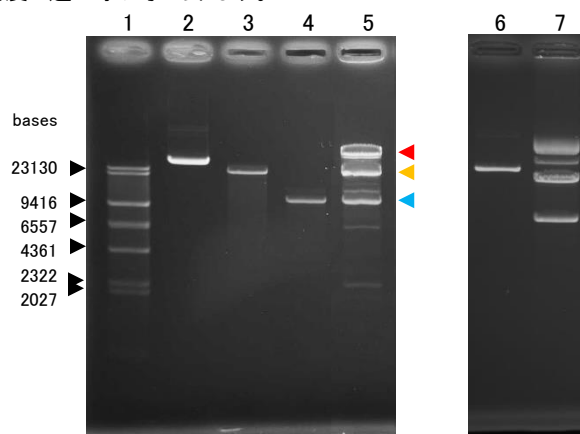

図 3. アガロースゲル電気泳動によるニックを入れたプラスミドの分離の確認。
6. UV 下で観察を行う(図 3)。
^{*10} Crystal violetを含むゲルを用いた電気泳動の場合、ssDNAの移動度はDNA量に大きく影響を受けます。そのため、分子量マーカーを指標としても必ずしも推定される位置に泳動されません。ただし、バンドを電気泳動中にリアルタイムで目視することができるため、確認用泳動(STEP 16)の結果と比較することにより目的のバンドを同定することができます(図3、4)。